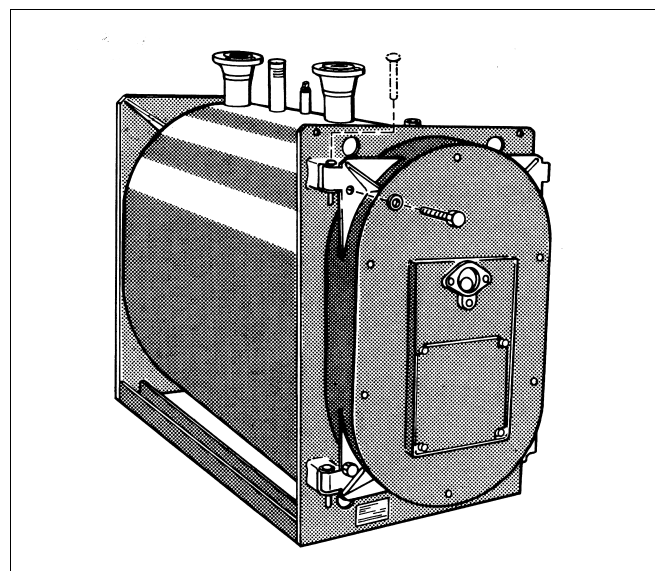

Fig. 5 Montajul ușii cazanului
- Ambele bolturi de articulație trebuie scoase pe sus și introduse pe partea de vis-a-vis (fig. 5).